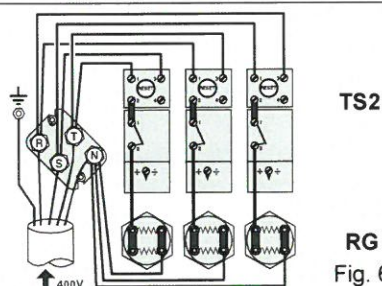

Fig. 6
- 2. Strømart** : Fabrikkmontert for 230V-3fas. Elektriker kan omkoble til 380-415V 3 fas, se skjema fig 6.